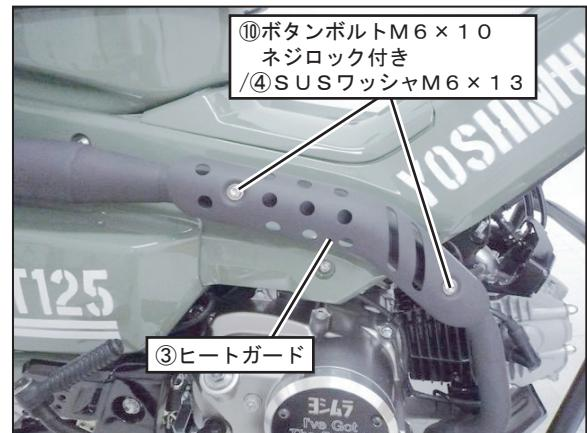

FIG. 10
8. ⑨ヒートガードを①マフラーASSYのナット位置に合わせ、④SUSワッシャM6×13、⑩ボタンボルトM6×10ネジロック付きを使用して規定トルクで締め付けて下さい。（FIG. 10参照）